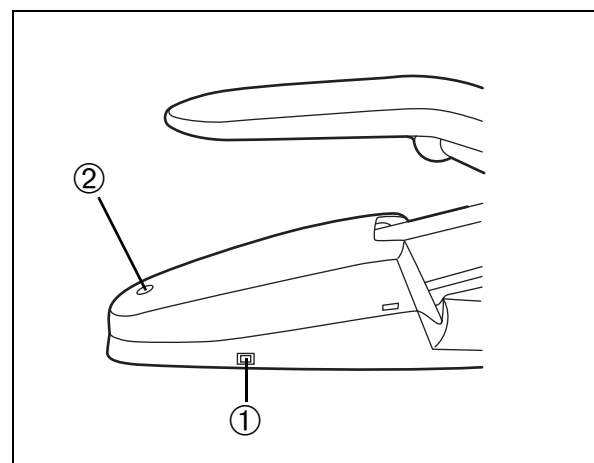

Abb. 43
- Schalten Sie den Hauptschalter am Versorgungsteil ① (Abb. 43) aus!
- Öffnen Sie den Tankdeckel am Anschlußkasten ② (Abb. 43).